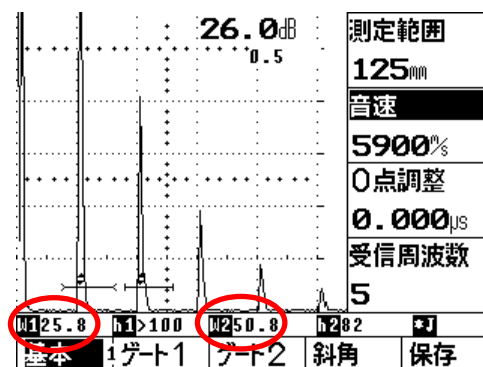

図4 測定範囲の調整
①  キーか表示器の基本の下の  キーを押し、基本表示にする。(図4参照)
②STB-A1の25mm厚さの部分を用いて多重エコーを表示させる。
③音速の横の  キーを押し、右ダイヤルで音速を5900m/sにする。
④測定範囲の横の  キーを押し、右ダイヤルで、測定範囲を125mmにする。次に、ゲート1をB1エコーに掛けるように、ゲート2をB2エコーに掛けるように移動させる。
⑤B2エコーの高さを80%として、音速の横の  キーを2回押し、右ダイヤルで音速を微調整し、B1、B2のビーム路程差が25.0mmになるように調整する。
(図4では、W1:25.8mm, W2:50.8mm)